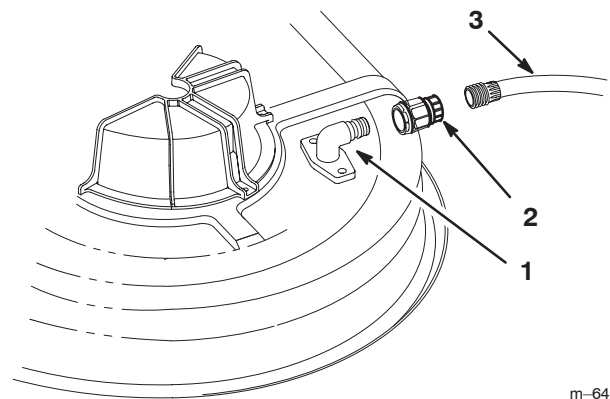

Figure 47
3. Vissez le raccord de flexible à l'embout de lavage du carter de tondeuse et ouvrez l'eau en grand (Fig. 47).